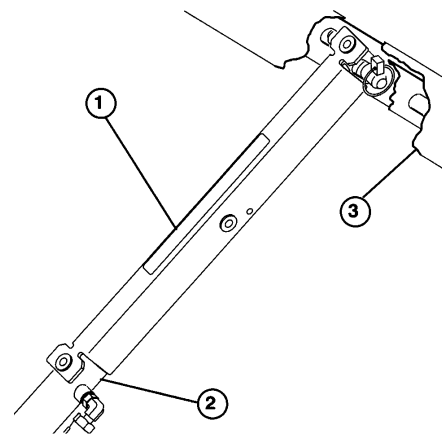

Bild 24
3. Die Muldenstütze auf die Zylinderstange drücken; dabei sicherstellen, daß die Endnasen der Stütze am Ende des Zylinderrohrs und am Ende der Zylinderstange liegen (Bild 24).